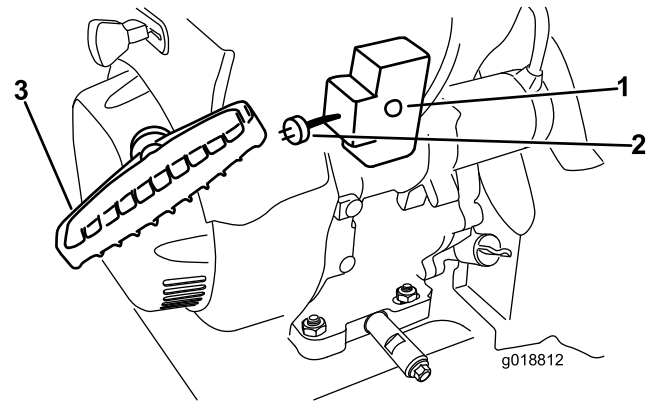

Bild 31
7. Ziehen Sie am Rücklaufstarter oder drücken Sie die Elektrostarttaste, um den Motor anzulassen (Bild 31).